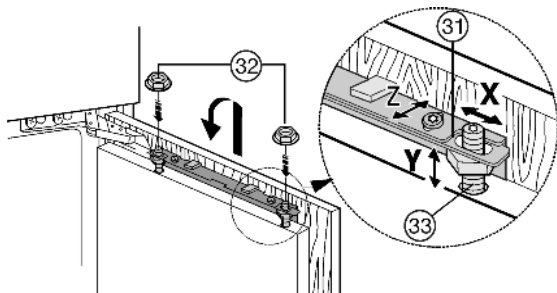

Fig. 20
- ▶ De kastdeur op de stelbouten *Fig. 20 (33)* inhangen en contraoeren *Fig. 20 (32)* losjes op de afstelbouten draaien.
- ▶ Kastdeur in de hoogte en de hoek opzij uitlijnen: Stelbouten *Fig. 20 (33)* met een schroevendraaier afstellen.
- ▶ Contraoeren *Fig. 20 (32)* vastdraaien.